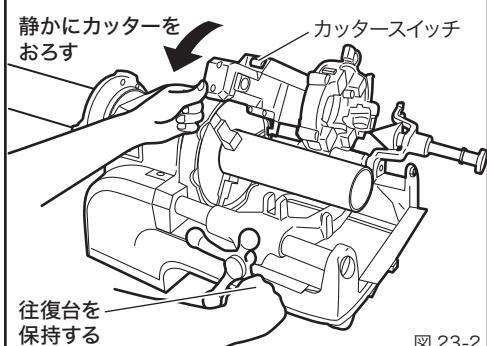

図 23-2
- ③パイプが回転をはじめたらカッターのスイッチを ON にして、カッターをしづかにパイプにのせてください。切れ目が入り安定するまで往復台は保持しておきます。(図 23-2)